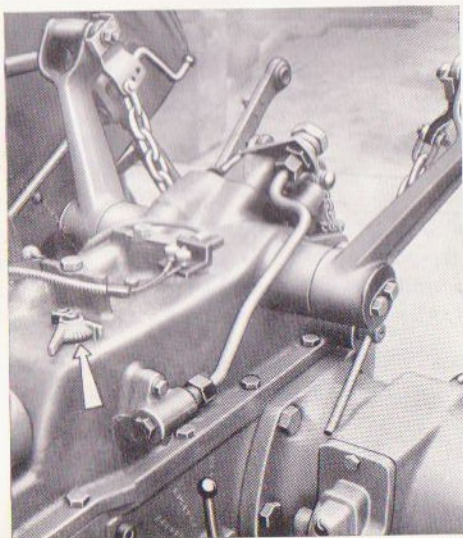

Fig. 7
- Fixer ensuite le tube d'huile comme indiqué sur la figure 7.
- Tourner la manette de contrôle de descente située sous le siège du tracteur sur une position de réponse rapide comme illustré sur la figure 7, page 12.